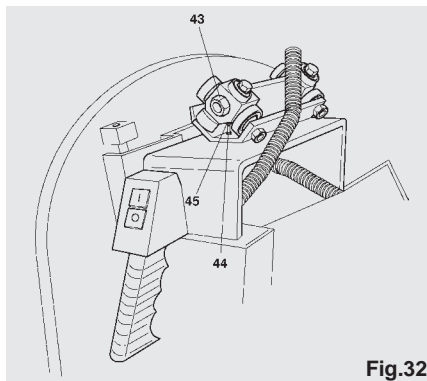

Fig.32
De speling van de wagen terwijl deze door de geleiders loopt wordt tijdens de test in de fabriek al geëlimineerd. Als deze door het transport of het gebruik weer terug komt kan men ze op de volgende manier verhelpen (zie fig. 32): draai moer (43) los met de bijgeleverde sleutel en voer de afregelingen uit door aan schroef (44) te draaien nadat men de contra moer (45) los heeft gemaakt.